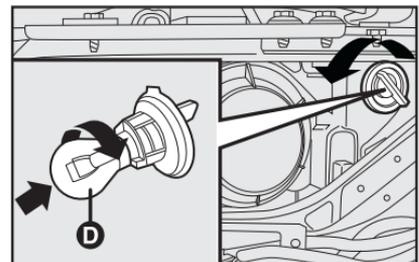

fig. 20
Delanteras - fig. 20
- quite la lámpara **D-fig. 20** empujándola ligeramente y girándola en sentido antihorario y sustitúyala;